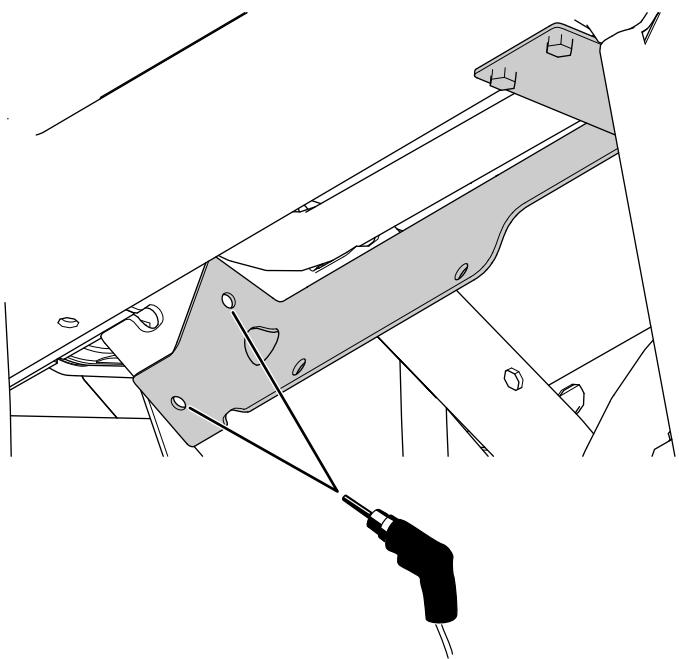

Figure 26
- C. En vous servant du support du chauffage comme gabarit, percez 2 trous ($5/16"$) dans le support de la planche de bord (Figure 26).